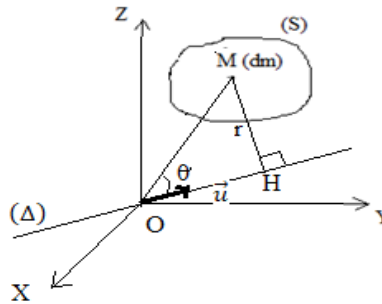

Figure III.16
Considérant une droite ( $\Delta$ ) appartenant à un repère  $R(O, x, y, z)$ , passant par le point O et a un vecteur unitaire  $\vec{u}$  ( $\Delta(O, \vec{u})$ ). (S) un solide continue appartenant au même repère R ou M un point de ce solide d'une masse élémentaire (dm) (figure III.16)